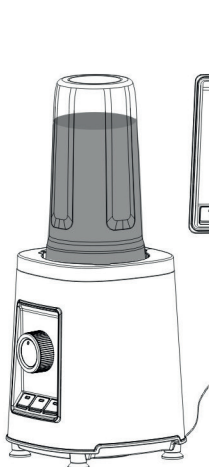

Fig 11
- Sæt stikket i og drej funktionsvælgeren (14) til ON, og tryk på en vilkårlig programknap, eller drej til en trinløs justering. Fig. 11.